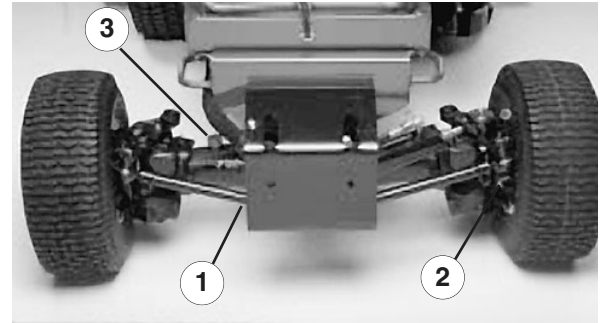

Figure 7
2. Retirez les bouchons de contrôle du pont et vérifiez que le lubrifiant atteint bien la base de chaque trou. Si le niveau est bas, enlevez les bouchons de remplissage et ajoutez suffisamment de lubrifiant pour rectifier le niveau (Fig. 7).